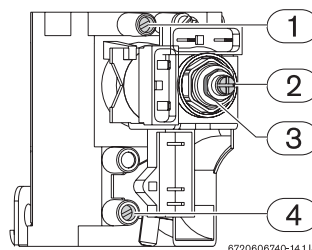

Fig. 3 Puntos de medición de presión
- Utilizando la tuerca de ajuste (Fig. 3, pos. 3) regule la presión hasta alcanzar los valores indicados en la tabla 1.